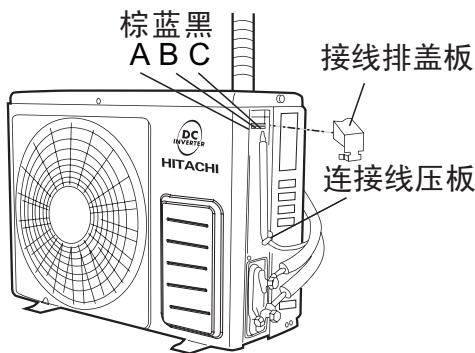

图22
- (1) 将接线排盖板取下。
- (2) 将连接电缆分别按图22正确的牢固连接。（紧固力矩为8~15kgf. cm）
- (3) 必须将黄/绿线接至带有“ $\ominus$ ”标志处的接地螺钉上。
- (4) 用连接线压板将连接电缆用螺钉紧固。
- (5) 完成接线后将接线排盖板重新安装凸台卡扣位置。
- (6) 将边盖重新安装。